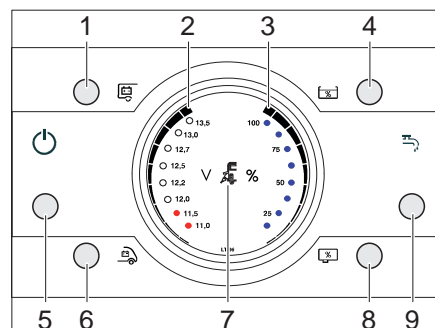

Fig. 171 Panel LT 96
La luz de control de 230 V (Fig. 171,7) se enciende cuando hay tensión de red en la entrada del bloque eléctrico.
El interruptor principal de 12 V (Fig. 171,1) conecta y desconecta el panel y la alimentación de 12 V del habitáculo.
- Pulsar brevemente la tecla Interruptor principal de 12 V (Fig. 171,1).
Con las teclas Batería del habitáculo (Fig. 171,1) y Batería del motor de arranque (Fig. 171,6) se muestra el estado de carga de la batería restante en la pantalla.
- Pulsar la tecla Batería del habitáculo (Fig. 171,1).
- Se muestra la carga de la batería (Fig. 171,2).
- Pulsar la tecla Batería del motor de arranque (Fig. 171,6).
Con las teclas Nivel de llenado depósito de agua (Fig. 171,4) y Nivel de llenado depósito de aguas residuales (Fig. 171,8) se pueden mostrar la cantidad de agua y la cantidad de las aguas residuales.
- Pulsar la tecla Nivel de llenado depósito de agua (Fig. 171,4).
- Se muestra el nivel de llenado del depósito de agua (Fig. 171,3).
- Pulsar la tecla Nivel de llenado depósito de aguas residuales (Fig. 171,8).
- Se muestra el nivel de llenado del depósito de aguas residuales (Fig. 171,3).
Con la tecla Bomba de agua ON / OFF (Fig. 171,9) se puede activar o desactivar la bomba de agua. El cambio real en la bomba de agua es cuando se abre un grifo de agua con la bomba de agua activada. Si la bomba de agua está desactivada, la bomba de agua permanece también apagada al abrir un grifo de agua.
- Pulsar brevemente la tecla Bomba de agua ON / OFF (Fig. 171,9).
El LED "11,0 V" en el visualizador (Fig. 171,2) parpadea cuando la tensión de la batería cae por debajo de 11 V (medición durante la operación) y por lo tanto pone en peligro con la descarga total.